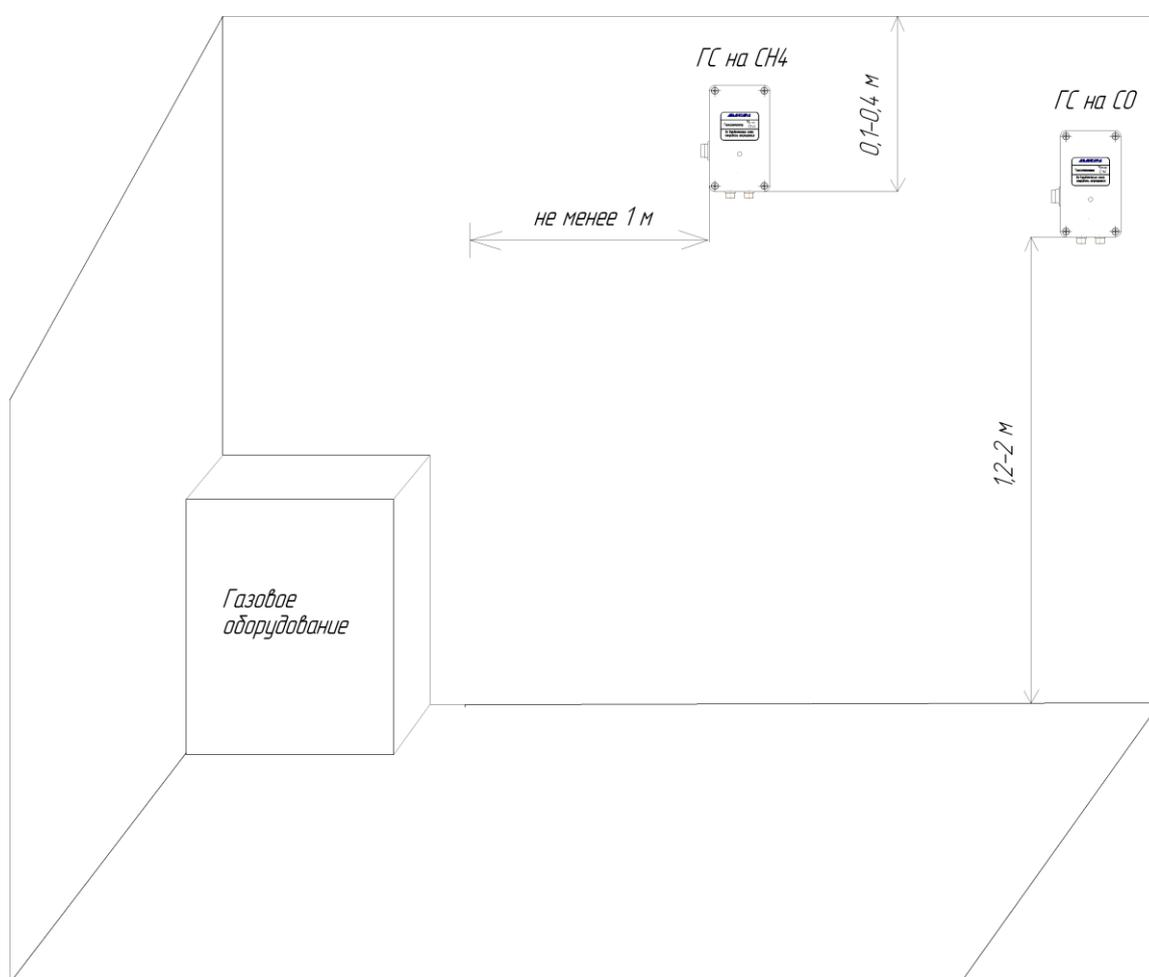

Рисунок 3 - Рекомендуемое местоположение ГС АВУС-ДГ на различные газы
2.1.3 ГС должны устанавливаться в месте наиболее вероятного скопления газа, на стене в вертикальном положении, для ГС АВУС-ДГ-СН4 на расстоянии не менее 1 м от газового прибора и на расстоянии (0,1-0,4) м от потолка, для ГС АВУС-ДГ-СО на расстоянии (1,5-2) м от пола (рисунок 3).